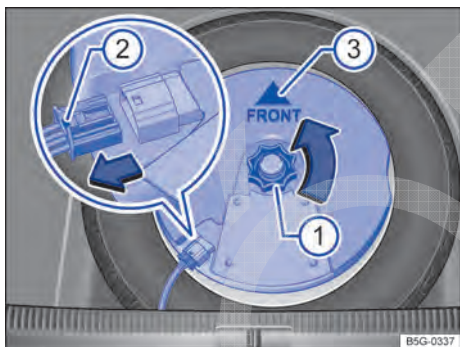

Fig. 250 No compartimento de bagagem: Remover o subwoofer (variante 2).
- Desrosquear o manipulador → Fig. 250 ① no sentido anti-horário (seta).
- Para destravar o conector, pressionar o travamento a extremidade do conector ②.
- Colocar o subwoofer cuidadosamente na caixa do aro. A ponta do símbolo da seta "FRONT" → Fig. 250 ③ deve indicar para frente no subwoofer.
- Inserir o conector até que o travamento ② se trave de maneira audível.
- Girar o manipulador ① no pino rosqueável no sentido anti-horário até que o subwoofer fique preso com segurança.